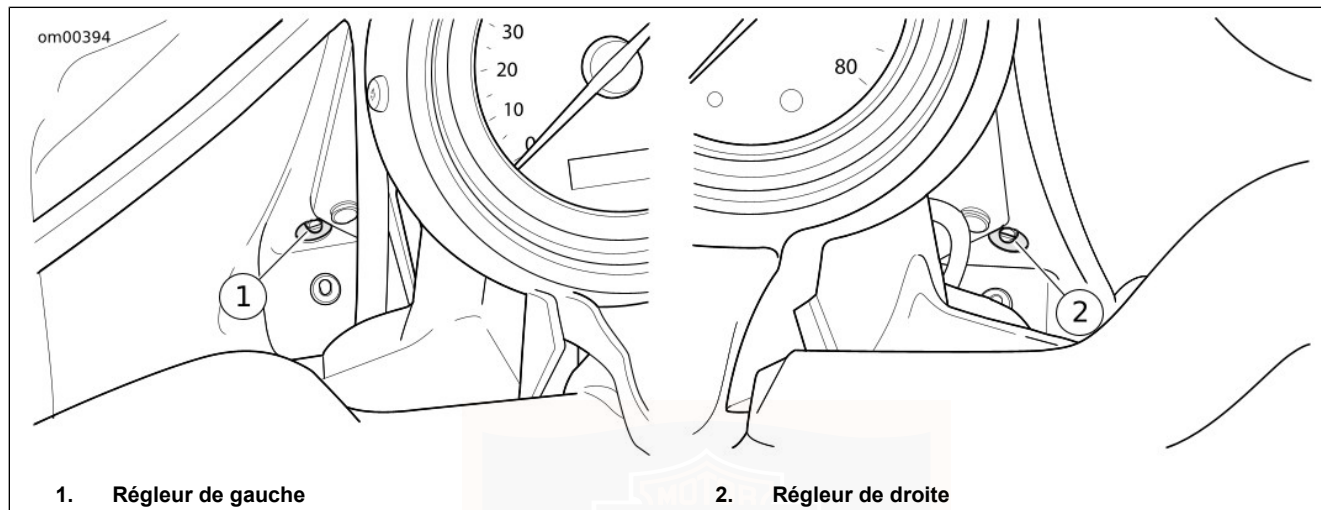

Figure 65. Régleurs du phare : Modèles à double phare
1. Voir Figure 65. Tourner les régleurs hexagonaux (métriques) situés près du bord inférieur du carénage intérieur. Se reporter à Tableau 39 pour la rotation des régleurs.